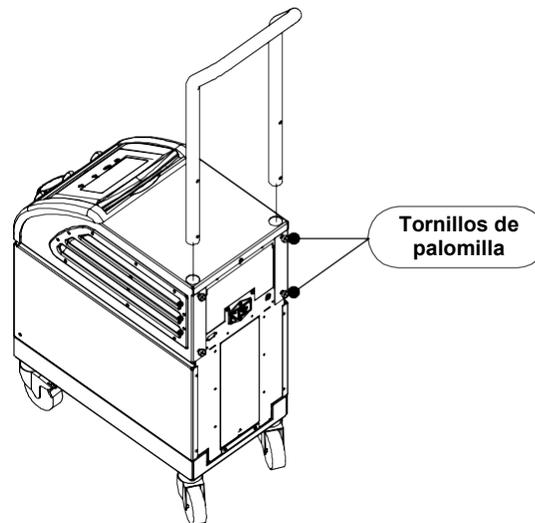

Figura 8: Conjunto de asa.
2. Coloque los dos extremos del asa en los orificios en la cubierta superior (preste atención a la dirección de la curva en el asa), hasta que el asa esté completamente insertada (consulte la Figura 8).